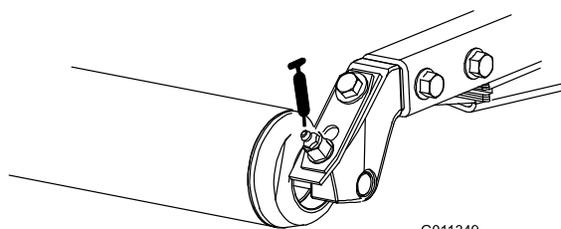

Figura 49
- Rolamentos do rolo traseiro (2 por cada unidade de corte) (Figura 49)